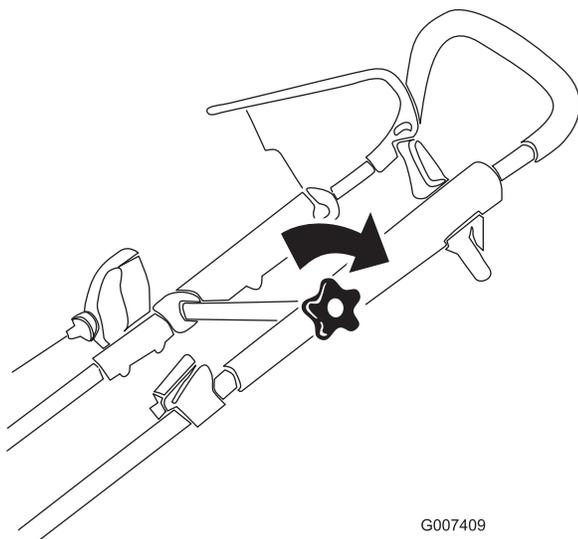

Figura 5
4. Spostate la sezione superiore della stegola nella posizione desiderata e serrate saldamente la manopola della stegola (Figura 5).